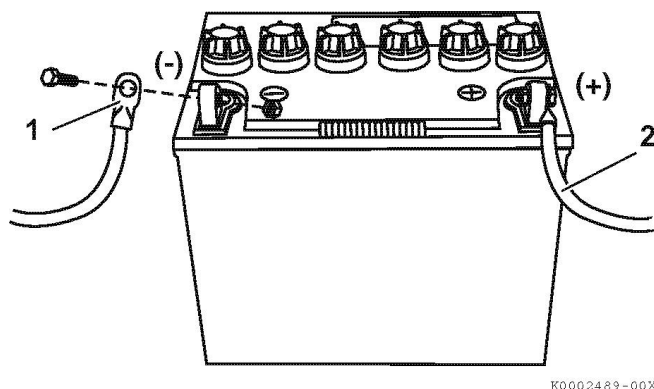

Рисунок 25
1. При отсоединении аккумуляторных проводов, сначала ослабляется и снимается минусовой (-) провод (Рисунок 25, (1)).
2. В последнюю очередь от аккумуляторной батареи отсоединяется плюсовой (+) провод (Рисунок 25, (2)).